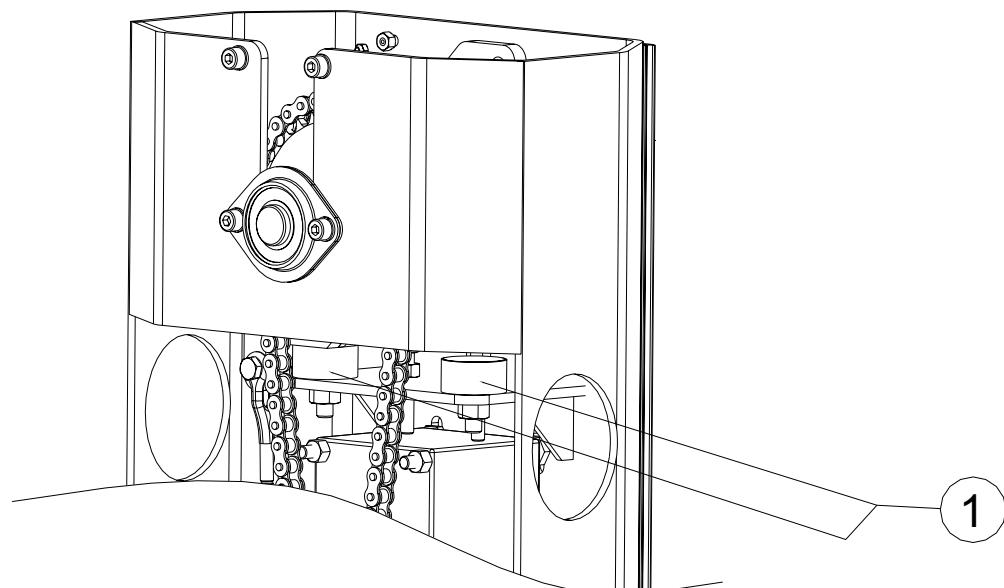

Fig. 11
- Procéder avec la programmation respectant les instructions de la centrale de commande et après avoir effectué la programmation complète ajuster les positions de fin de course de la barre agissant sur les relatives pièces antivibratiles en gomme (Fig. 11).